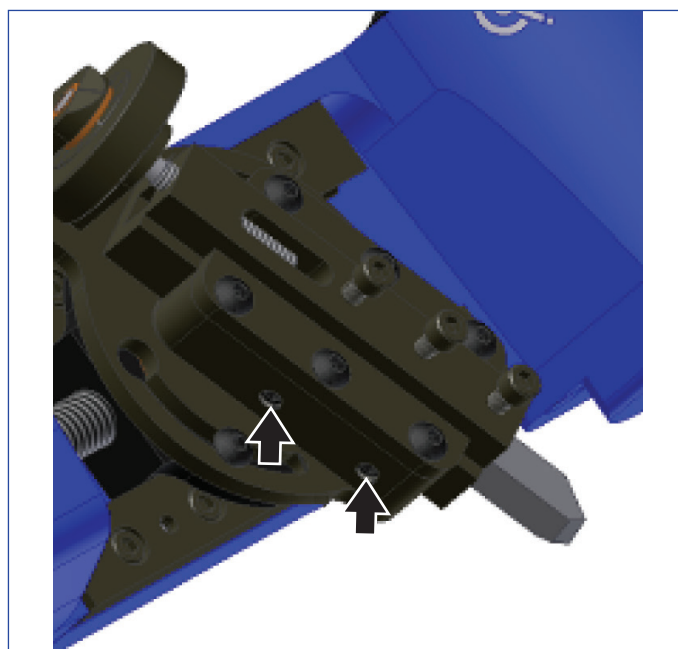

図 8
6. 刃物固定ブロックに緩みがある場合は、緩みをなくすよう刃物固定ブロックのセットスクリューを調節してください(図8参照)。深さ調整ネジをやや締めるか緩めるかして、深さ調整ネジが自由に回転し、回すのが難しくない程度に調節します。
プラスチップのセットスクリューを調節します(図8参照)。